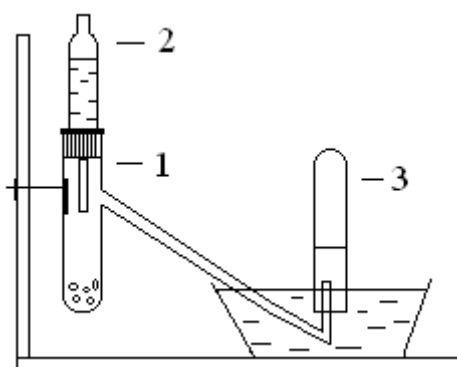

Рис. 1.2. Схема установки для получения ацетилена: 1 – пробирка с газоотводной трубкой, 2 – капельная воронка, 3 – пробирка.
Смесь 5 г опилок кальция и 3 г порошкообразного угля поместите в тигель с крышкой и нагрейте до температуры красного каления, выдержите при этой температуре 5-10 мин, охладите тигель и извлеките из него спекшуюся массу. Соберите установку для работы (рис. 1.2.) и проверьте ее на герметичность. В сухую пробирку с газоотводной трубкой (1) положите немного полученного карбида кальция, закройте ее пробкой и прилейте немного воды из капельной воронки (2). Выделяющийся газ соберите в пробирку (3) над водой. *Напишите уравнения происходивших процессов.*